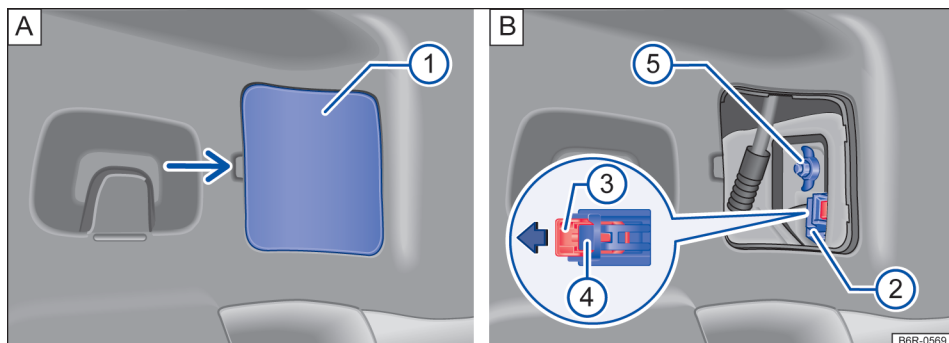

Fig. 113 Lateralmente no compartimento de bagagem: A: desinstalar a cobertura, B: remover a lanterna traseira.
3. Remover com cuidado a cobertura ⓘ → Fig. 113 A.
4. Retirar o conector de alimentação, primeiramente puxar a trava vermelha ⓘ no conector ⓘ no sentido da seta → Fig. 113 B. Para auxiliar, utilizar uma chave de fenda.
5. Pressionar o travamento ⓘ e retirar o conector ⓘ → Fig. 113 B.
6. Soltar o parafuso borboleta ⓘ → Fig. 113 B e retirá-lo, segurando ao mesmo tempo, a lanterna traseira.
17. Segurar a lanterna traseira na posição de montagem com uma das mãos e, aparafusar com a outra o parafuso borboleta ⑤ → Fig. 113 B.
19. Colocar o conector ② no suporte das lâmpada e pressionar o travamento ③ na direção contrária da seta no conector → Fig. 113 B.